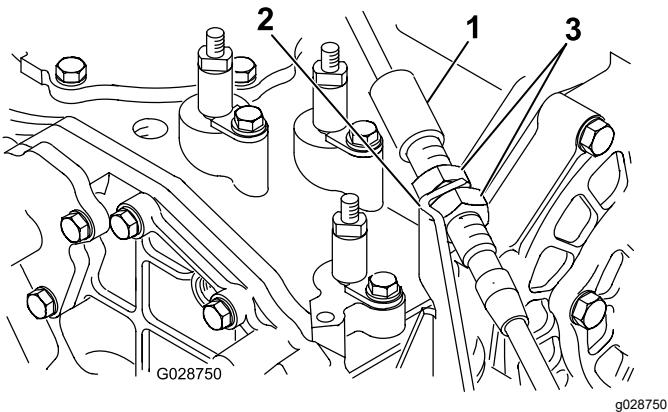

Figura 14
5. Inserite l'altra estremità del cavo della leva della presa di forza attraverso l'apertura nel lato destro della consolle e attraverso il supporto del cavo nella parte posteriore della consolle (Figura 14).